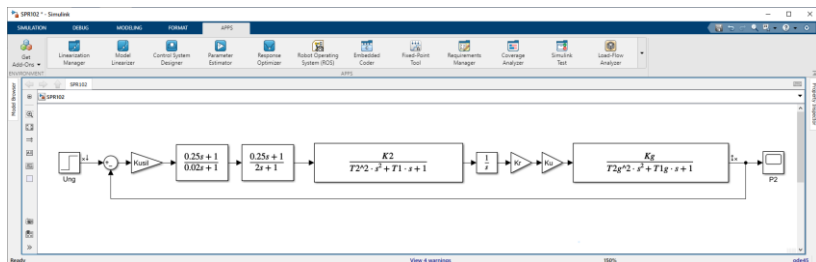
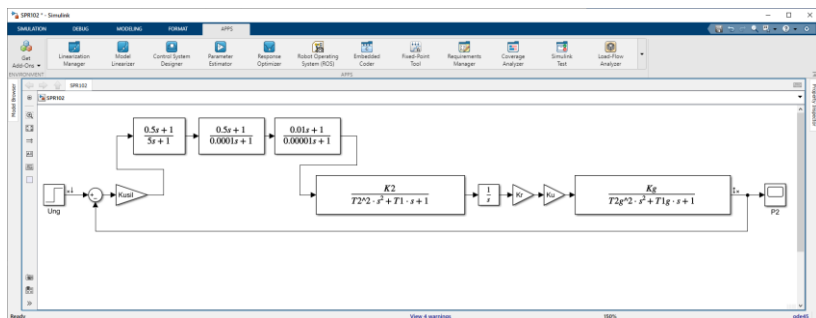
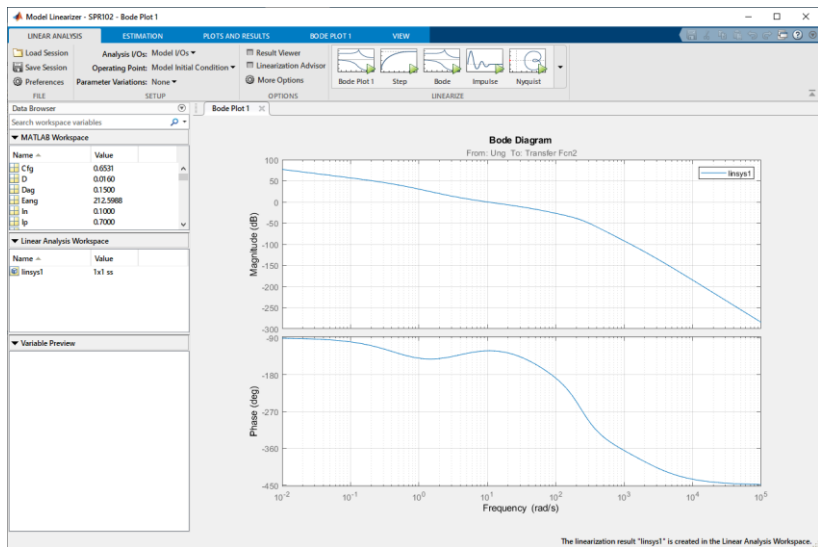

Рис. 10.5. САР ГПТ с корректирующими звеньями (1-й вариант)
Рис. 10.6. САР ГПТ с корректирующими звеньями (2-й вариант)
Рис. 10.7. Частотные характеристики откорректированной САР ГПТ (1-й вариант)
7. Подберите вид и параметры корректирующих звеньев, чтобы частотные характеристики имели требуемый вид, например, как это показано на рис. 10.5 или рис. 10.6.
8. Постройте ЛАЧХ и ЛФЧХ откорректированной САУ. В частности, на рис. 10.7 приведены характеристики откорректированной САР ГПТ по варианту 1 (рис. 10.5), а на рис. 10. 8 – характеристики откорректированной САР ГПТ по варианту 2 (рис. 10.6).